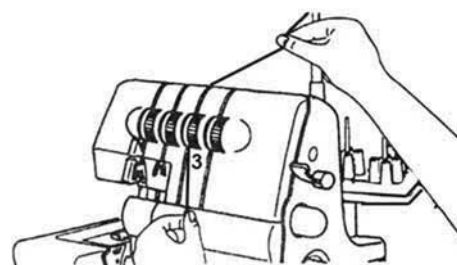

Fig. 17
4. Tenez le fil avec les doigts, guidez-le entre les disques du sélecteur de tension du fil 16 et tirez-le ensuite vers le bas (3) (Fig. 17).
① Remarque :